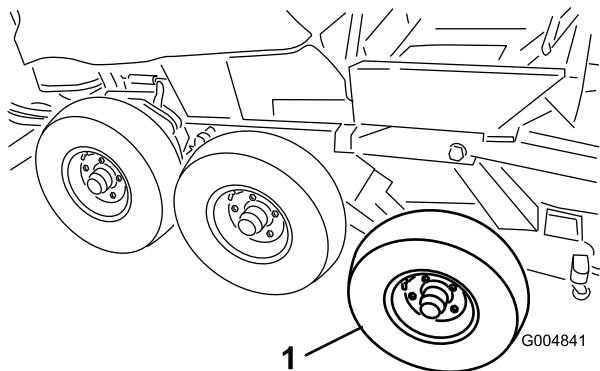

Figura 30
19. Retire los neumáticos delantero y central del conjunto de invierno (Figura 30).